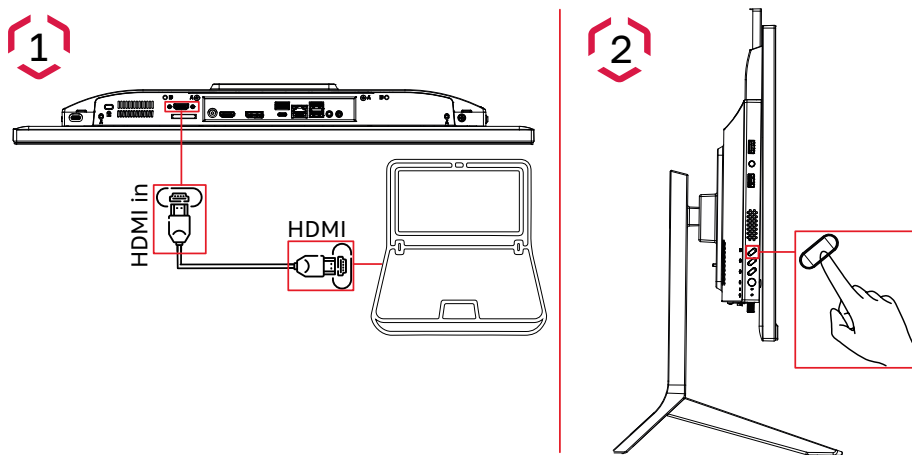

Рисунок 6 – Переключение в режим монитора
- подключить HDMI-кабель от источника сигнала к разъёму HDMI in моноблока (рисунок 6, позиция 1);
- нажать и удерживать кнопку выключения дисплея (не более 5 с) пока дисплей моноблока не переключится в режим монитора (рисунок 6, позиция 2). Для переключения в режим моноблока необходимо снова нажать и удерживать кнопку выключения дисплея (не более 5 с).